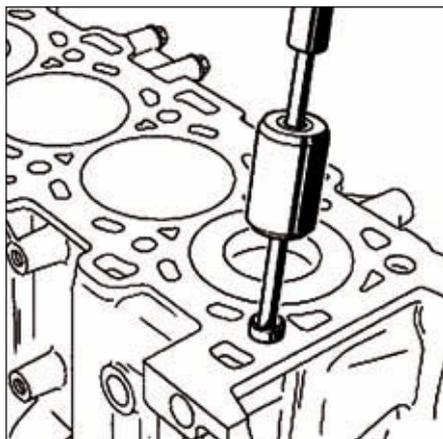

FIG.44
- Déposer les douilles de centrage de la culasse (Fig.44).